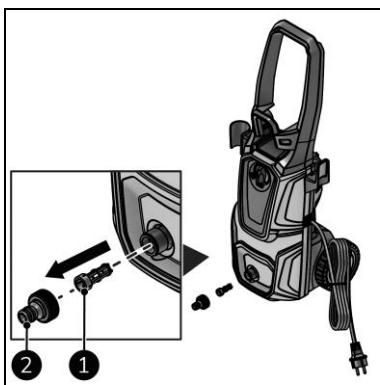

Figure 22
3. Dévissez le raccord du tuyau de jardin (figure 22, pos. 2).
4. Retirez le filtre (figure 22, pos. 1).